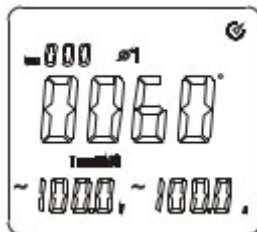

Figura 11-1
4) Como muestra la figura 11-1, presione la tecla “SELECT” para elegir la primera fase ($\phi 1$) de un sistema trifásico de 4 cables. También puede mostrar la potencia aparente, tensión y corriente de la fase 1 ($\phi 1$).